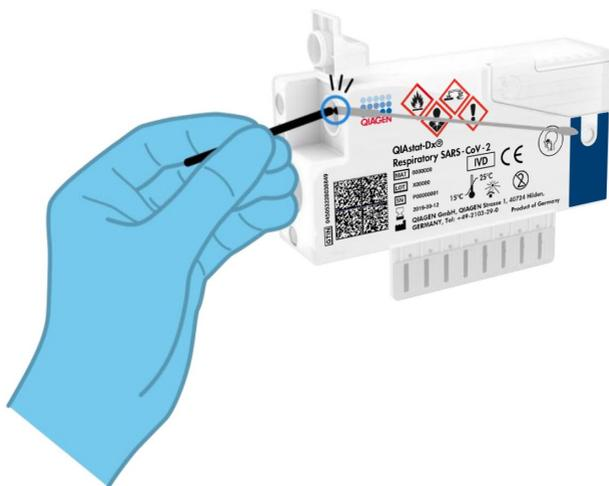

Figure 9. Cassure de la tige de l'écouvillon.
6. Cassez la tige de l'écouvillon au niveau de la zone de cassure en laissant le reste de l'écouvillon à l'intérieur de la QIAstat-Dx Respiratory SARS-CoV-2 Panel Cartridge (figure 9).